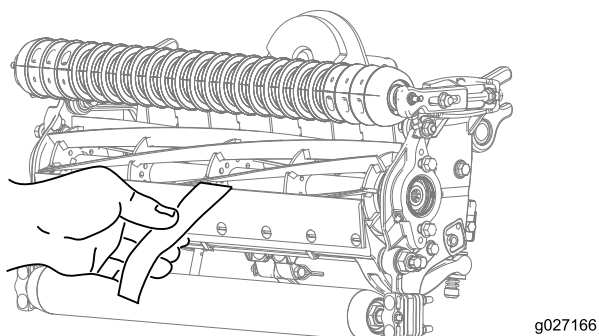

Figura 10
12. Pruebe el rendimiento de corte insertando una tira larga de papel de prueba del rendimiento de corte de Toro entre el molinete y la contracuchilla, perpendicular a la contracuchilla (Figura 10). Gire el molinete **lentamente** hacia adelante; debe cortar el papel.